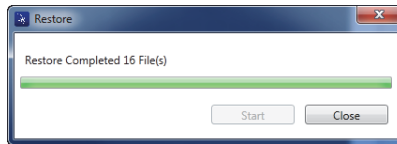

图 7-31 恢复对话框（完成）
5. 当恢复操作完成时，点击 **Close**（关闭）（参见第 196 页的图 7-31）。